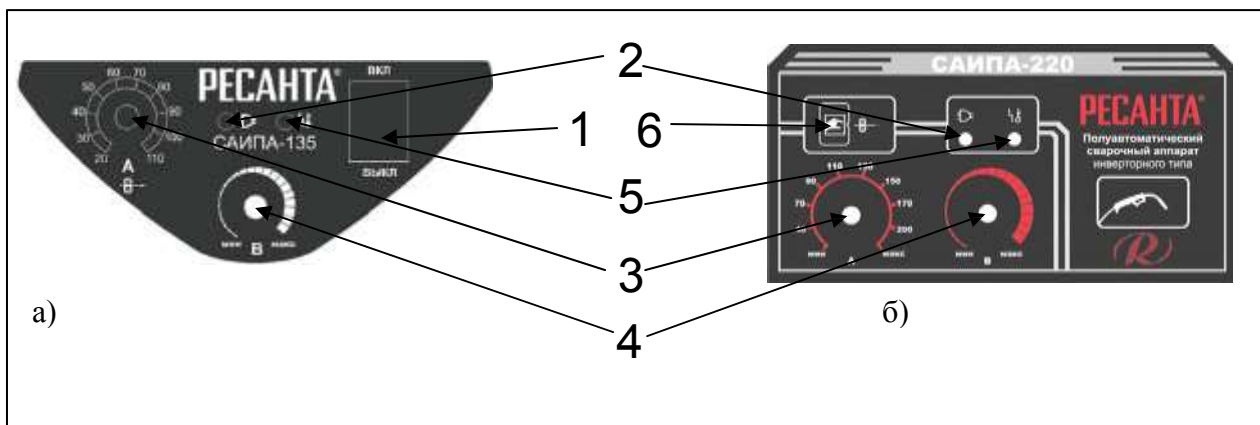

рис. 1
Сила сварочного тока (рис.1, поз.3). С увеличением силы сварочного тока повышается глубина провара, что приводит к увеличению доли основного металла в шве. Ширина шва сначала несколько увеличивается, а затем уменьшается. Силу сварочного тока устанавливают в зависимости от выбранного диаметра электрода.
Скорость подачи электродной проволоки (рис.1, поз.3) связана с силой сварочного тока и регулируется одновременно с ним. Ее устанавливают с таким расчетом, чтобы в процессе сварки не происходило коротких замыканий и обрывов дуги.
Напряжение дуги (рис.1, поз.4). С увеличением напряжения дуги глубина провара уменьшается, а ширина шва увеличивается. Чрезмерное увеличение напряжения дуги сопровождается повышенным разбрызгиванием жидкого металла, ухудшением газовой защиты и образованием пор в наплавленном металле. Напряжение дуги устанавливают в зависимости от выбранной силы сварочного тока.
7. Включить аппарат выключателем на передней панели (рис. 1, поз. 1). загорится индикатор «Сеть» (рис. 1, поз. 2).
8. Установить регулятор подачи сварочного тока (рис. 1, поз. 3) в необходимое положение на моделях САИПА-135/165.
9. Кратковременными нажатиями на кнопку сварочного пистолета добиться протягивания проволоки через механизм подачи на моделях САИПА-135/165. В моделях САИПА-200/220 кратковременными нажатиями на кнопку протяжки сварочной проволоки (рис.1, поз.6) добиться протягивания проволоки через механизм подачи.
10. Выключить аппарат выключателем на передней панели (рис. 1, поз. 1).
13. Включить аппарат выключателем на передней панели (рис. 1, поз. 1). загорится индикатор «Сеть» (рис. 1, поз. 2).
14. Регулятором сварочного тока (рис. 1, поз. 3) установить необходимое значение.
16. Выключить аппарат выключателем на передней панели (рис. 1, поз. 1).